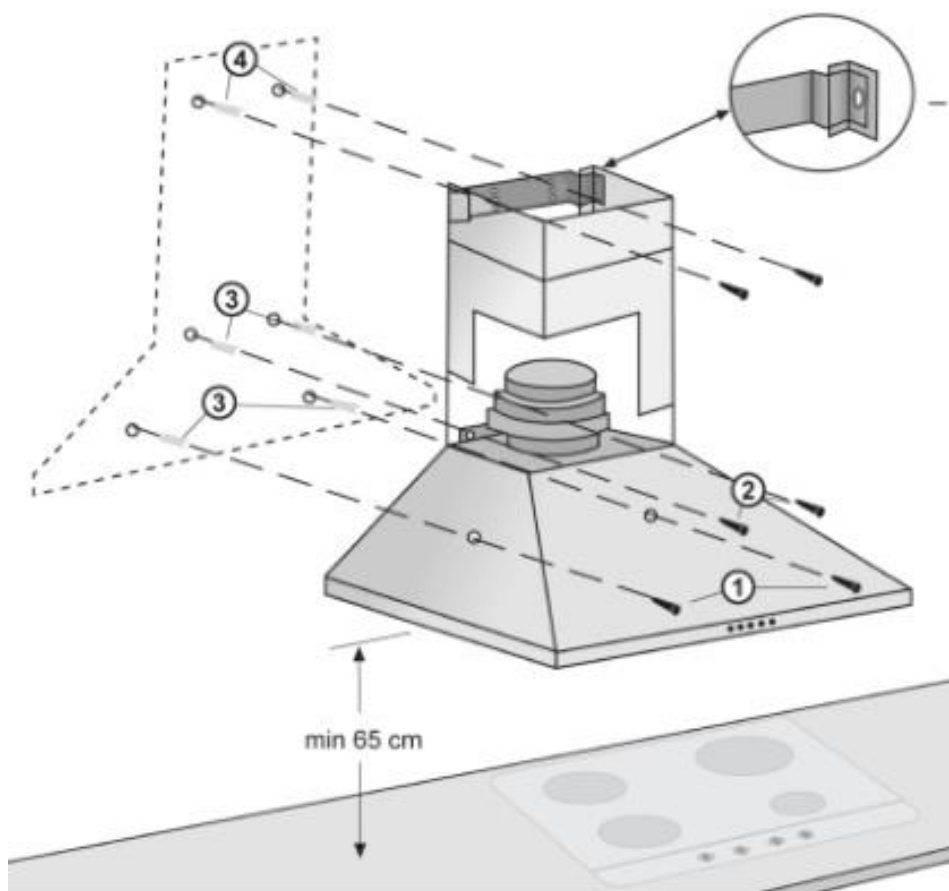

Рис.4
6.4 Проведите разметку крепежных отверстий корпуса на стене кухни. Для этого изготовьте бумажный шаблон с координатами **4-х** отверстий на задней стенке корпуса; приложите шаблон к стене на необходимой высоте, указанной ранее, и выровняйте по уровню (**рис.4**).
6.10 Установите телескопический кожух дымохода на корпусе вытяжки. Поднимите верхнюю панель кожуха с планкой под потолок, чтобы он закрывал воздуховод вентиляции, и разметьте по пазам планки **2 отверстия под крепление (т.4) рис.4.**
6.13 Установите внешнюю панель кожуха дымохода в пазы на корпусе вытяжки, а внутреннюю – поднимите вверх до совмещения отверстий крепления с планкой и соедините с боков **2-ма шурупами ПКГ 2,9х9,5 (рис.4).**